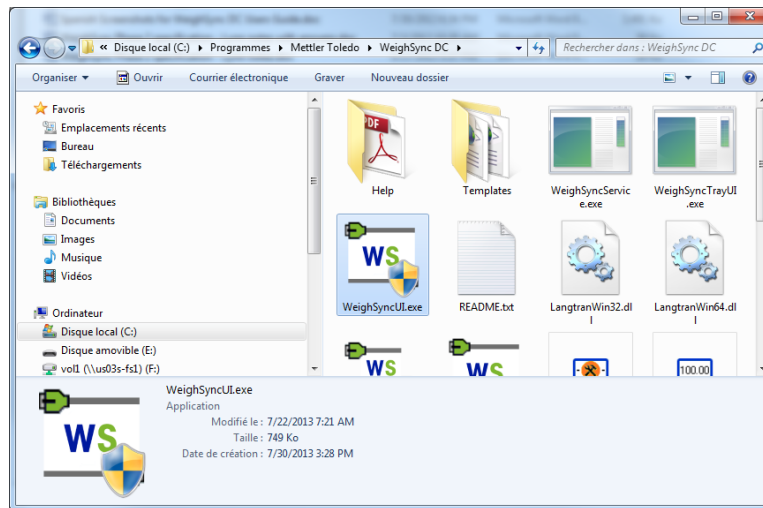

Figure 1-9 : Dossier du fichier du programme WeighSync
- En exécutant le fichier .exe depuis le sous-répertoire **Program Files\Mettler Toledo\WeighSync DC** (Figure 1-9).